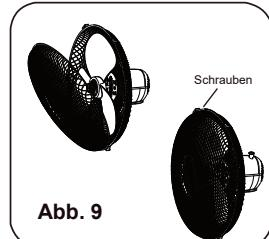

Abb. 9
3. Befestigen Sie das vordere und das hintere Schutzbretter mit der Gitterklammer und ziehen Sie dann die Sicherungsschraube sowie die Mutter des Lüftergitters fest. (Abb. 9)